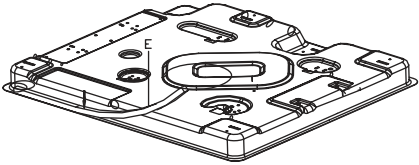

FIG.4
- Retournez la table de cuisson et positionnez le joint E (fig. 4) en bordure de tout le pourtour de la base de l’appareil. Les extrémités du joint doivent se rabouter sans se superposer.